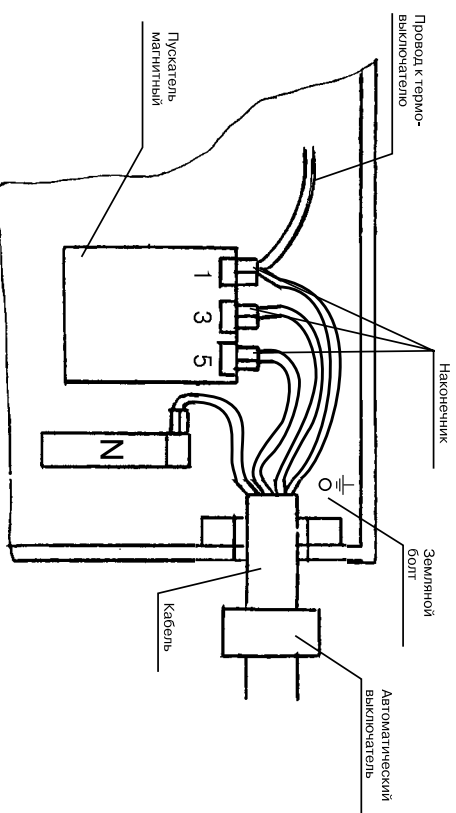

Рис.3.
5.3. Подключение электрочугела к электросети производится согласно схемы рис. 3 с обязательным применением наконечников из комплекта поставки. Наконечники закрепить к проводам рабочей (фазной) проводки (3 шт.), к проводам рабочей и защитной нейтралей (2 шт. – П6-6-ЛТ-07), опать, закрепить гайками и защитной нейтралю (контакты 1,3,5), клемме нейтралей (N) и клемме заземления ( $\perp$ ).